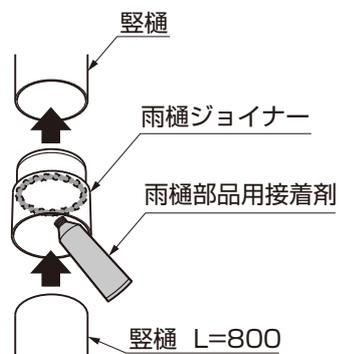

図9-22
- 縦樋が足りない場合は、本体に付属の雨樋ジョイナーと縦樋を使用してください。(図9-22参照)